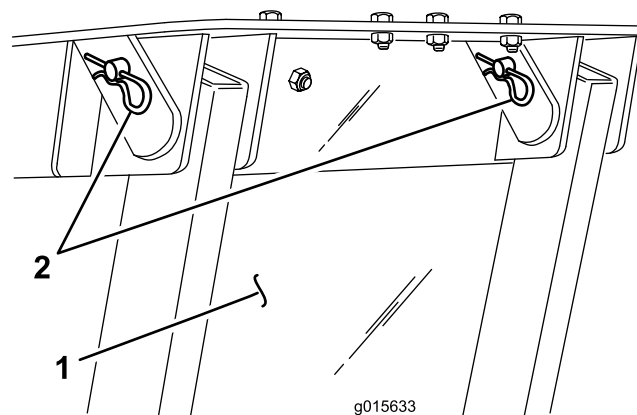

Figura 20
4. Fissate la tramoggia al telaio con 2 perni di montaggio saldati e coppie (Figura 20).
3. Fate scorrere il gruppo della tramoggia (coperchio della tramoggia verso la parte posteriore) nel telaio laterale, allineando contemporaneamente i fori di fissaggio nella tramoggia ai fori nel telaio (Figura 20).